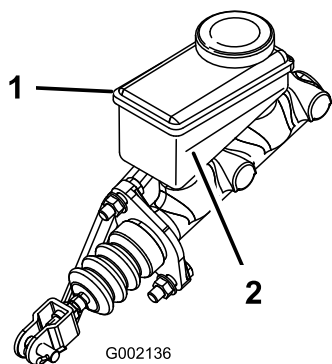

Figura 58
3. Osservate la linea del livello del fluido sul lato del serbatoio (Figura 58).
- B. Aggiungete il fluido dei freni DOT 3 al serbatoio, in modo che il livello del fluido sia superiore alla linea del minimo (Figura 58).